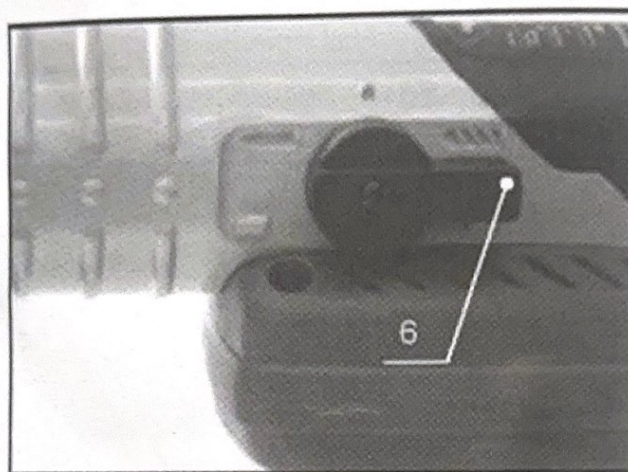

Рис. 4
Для того, чтобы установить режим сверления с ударом, необходимо рычаг (поз.6. рис.4) ударного механизма повернуть на символ «сверло».
- Для того, чтобы установить режим удара, необходимо рычаг (поз.6. рис.4) ударного механизма повернуть на символ «долото».